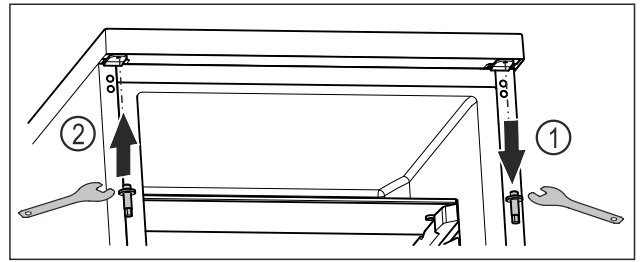

Fig. 18
- ▶ Išsukite viršutinį kaištį raktu su išoriniu šešiabriauniu. Fig. 18 (1)
- ▶ Priveržkite kaištį priešingoje pusėje raktu su išoriniu šešiabriauniu. Fig. 18 (2)